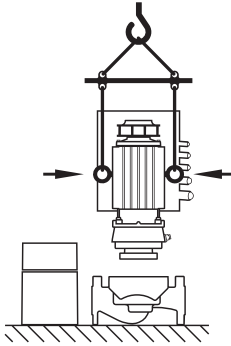

Fig. 9: Transporte del componente integrado
- De requerirse, p. ej. en caso de reparaciones, las armellas de trans- porte pueden cambiarse de la brida del motor a la carcasa del mismo (ver p. ej. fig. 9). Antes del montaje de las armellas de transporte en la carcasa del motor, desatornille los espaciadores de las aberturas para las armellas de transporte (Fig. 7, Pos. 20b) (ver capítulo 10.2.1 “Cambiar la junta del anillo deslizante” en la página 187).
- Si las armellas de transporte han sido desmontadas de la brida del motor y están montadas en la carcasa del mismo, solamente se pue- den utilizar para sostener o transportar el componente integrado (Fig. 9), pero no para el transporte de toda la bomba, ni tampoco para separar el componente integrado de la carcasa de la bomba.